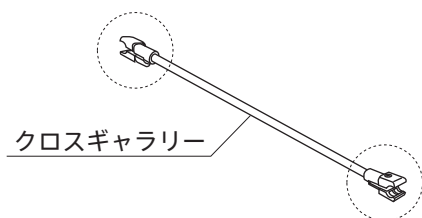

図1
- ・クロスギャラリーのネジをゆるめます。(図1)
- ・クロスギャラリーのネジを締めます。(図1)